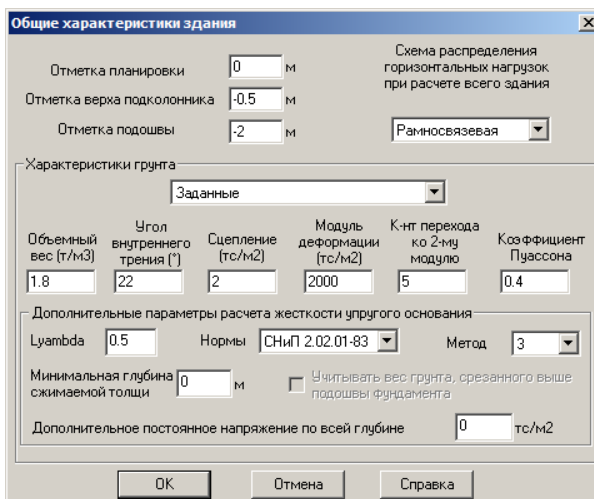

Рис.15.2.1. Окно диалога **Общие характеристики здания**
- В окне диалога **Общие характеристики здания** (рис. 15.2.1) задайте следующие параметры: